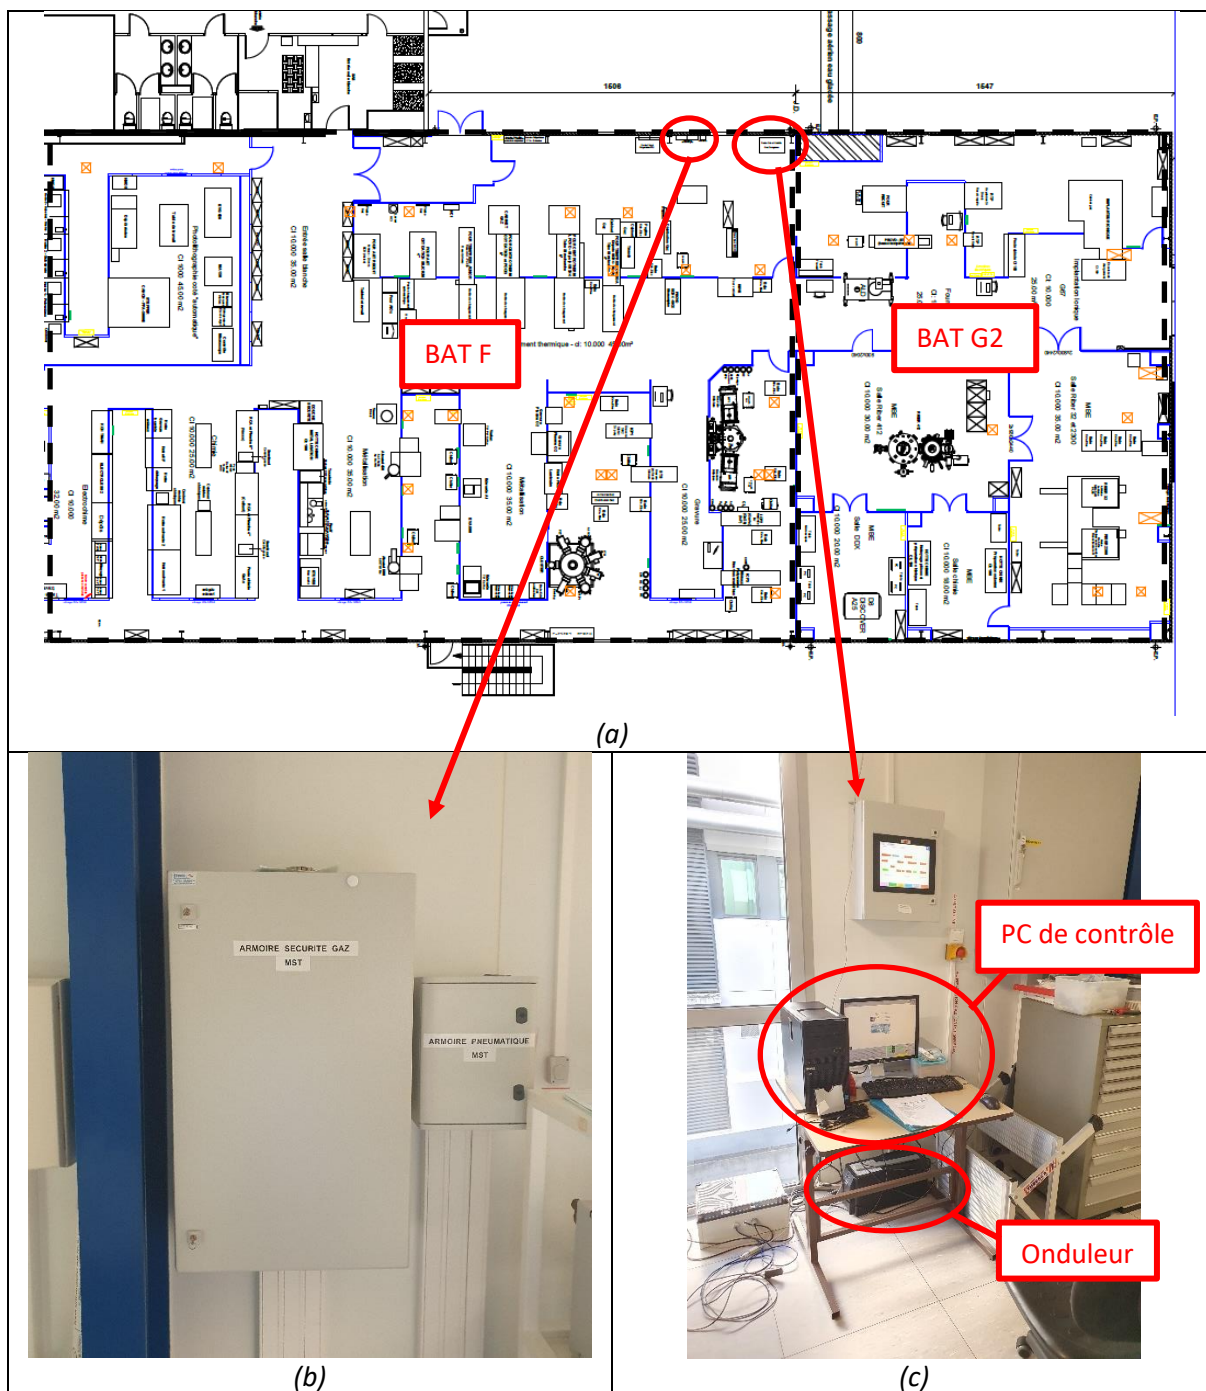

Figure 2: Plan de la salle blanche (a), localisation de l'armoire de sécurité (b) et du PC de contrôle (c)
Le poste de commande et de contrôle ainsi que l'armoire électrique de sécurité gaz sont situés dans le doigt gris du bâtiment F derrière le bâti de dépôt ECR-PECVD (Figure 2)
## 2.1 Dans l'armoire électrique (Figure 2-b et Figure 3)
- Actionner en position marche le disjoncteur noir (1)
- Actionner en position marche le disjoncteur rouge (2)
- Actionner en position marche l'onduleur UPS (bouton I) (Figure 2-c)
- Actionner en position marche le disjoncteur noir (3)
- Actionner en position marche le disjoncteur gris (4)
## 2.2 PC de contrôle (figure 2-c)